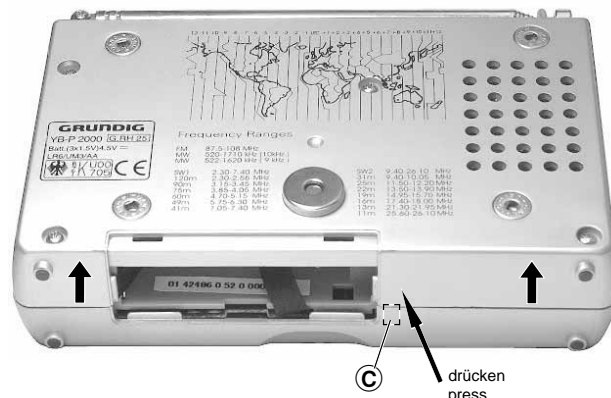

Fig. 2
- Rastnase **C** (Fig. 2) ausrasten (Gehäuserückteil an gekennzeichnete Stelle nach innen drücken).
- Disengage the latch **C** (Fig. 2) (press the rear panel at the marked position inwards).